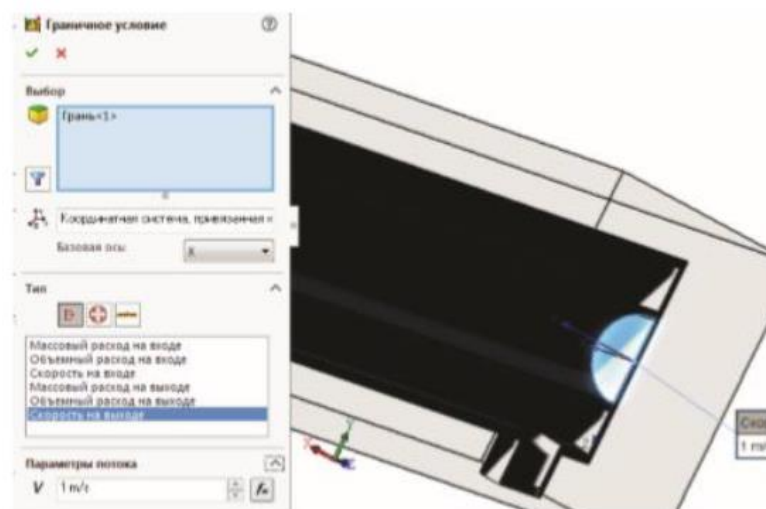

Рис.11 – Завдання вихідних параметрів у внутрішньому потоку
7.4. На виході внутрішнього потоку: повторюємо минулу операцію, виділяємо внутрішню поверхню і обираємо «Статичний тиск» (значення тиску і температури залишаються без змін) (рис.11).